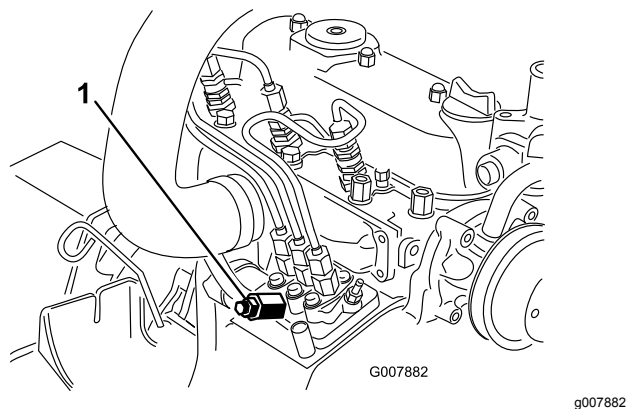

Рисунок 37
3. Поместите ветошь под продувочный винт топливного насоса высокого давления (ТНВД) и откройте его (Рисунок 37).